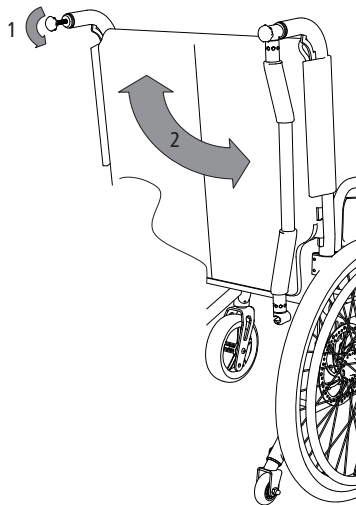

Abb. 27
1. Drehen Sie hierfür die Sterngriffschraube so weit heraus (1, Abb. 27), dass der Kunststoffteil aus der Aussparung herausragt.
2. Im Anschluss können Sie die Schiebbestange seitlich nach unten schwenken (2, Abb. 27). Die Schiebbestange ist nun entriegelt und der Rollstuhl kann zusammengeklappt werden. Zum Verriegeln der Schiebbestange gehen Sie bitte in umgekehrter Reihenfolge vor.